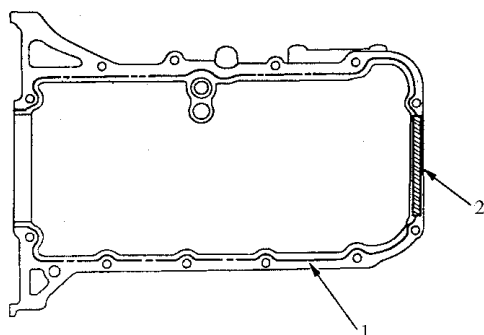

图 2-58 涂抹密封胶
- 4) 如图 2-58 所示，在油底壳的气缸体配合面、螺栓孔内均匀涂上 P/N08C70-K0334M 或 08C70-X0331S